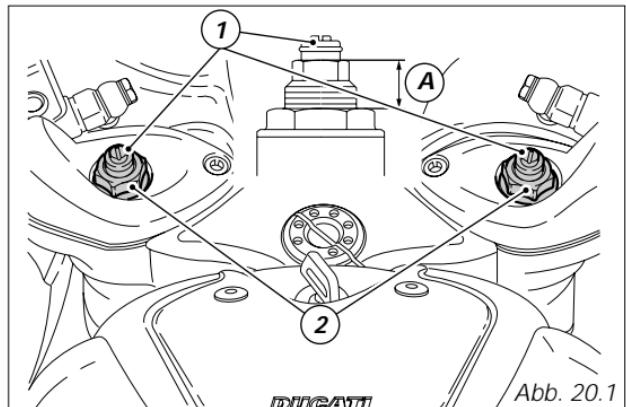

Abb. 20.1
- 1) (Abb. 20.1) zur Änderung der hydraulischen Dämpfung
- 2) (Abb. 20.1) zur Änderung der Vorspannung der innen
Die Höhe an die Vorspannung gebundene Höhe A (Abb. 20.1) kann zwischen 25 und 10 mm variieren.